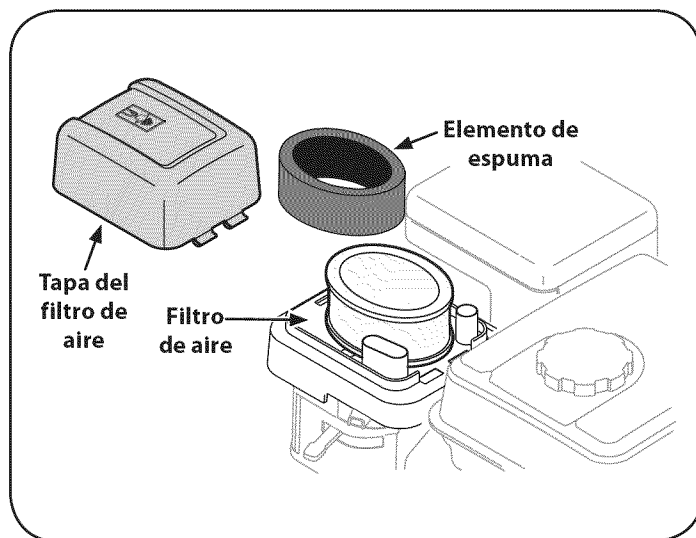

Figura 22
1. Oprima la pestaña de la tapa del filtro de aire, levante la tapa y retire el filtro. Vea la Figura 22.